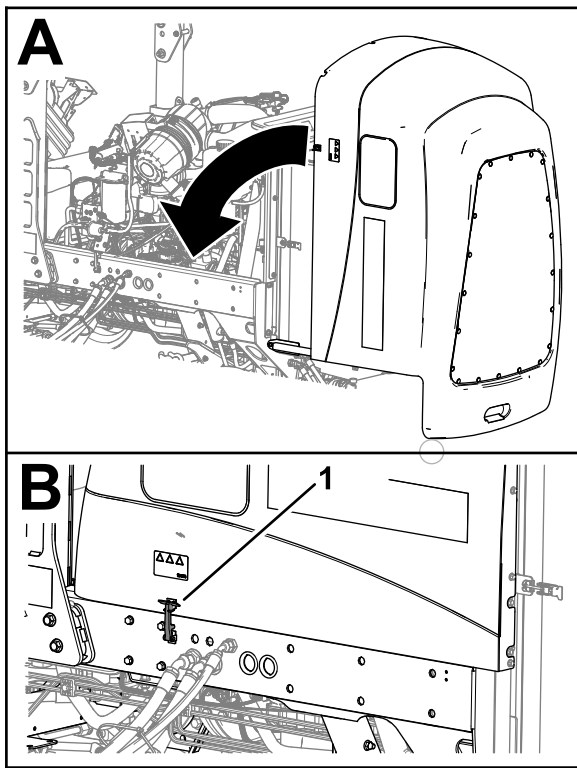

Figure 61
1. Refermez le capot avec précaution (Figure 61).